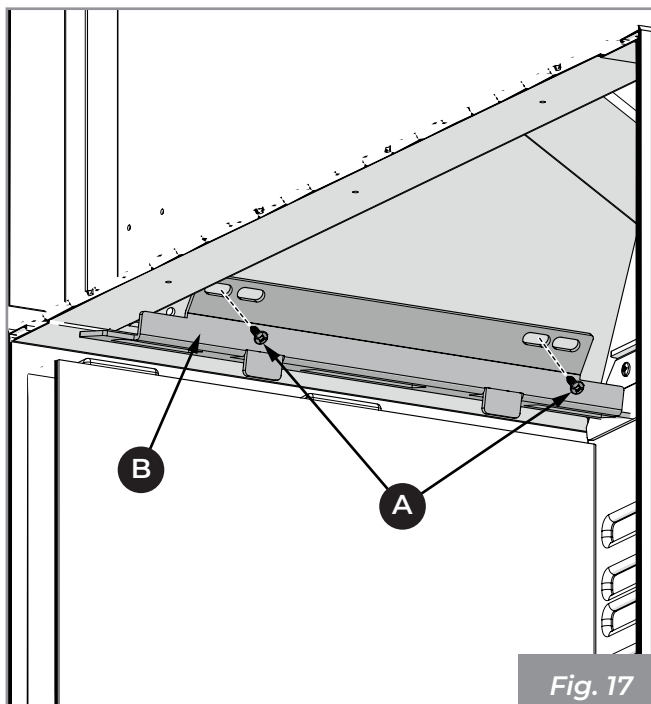

Fig. 17
- 1) Desatornillar los tornillos (A) y remover el estribo de bloqueo refractario (B) (Fig. 17).